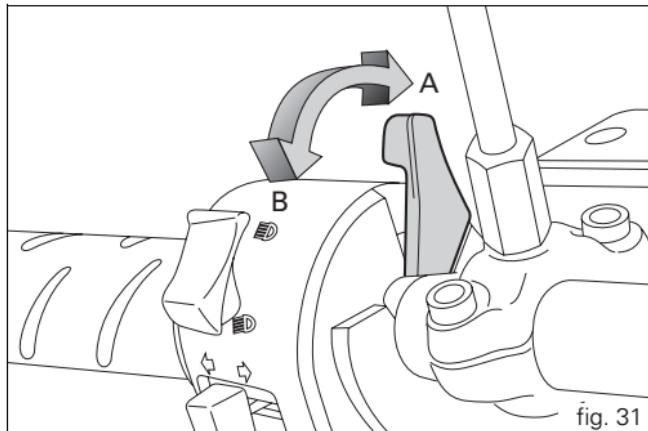

fig. 31
- 2) Poner la palanca del starter en (B, fig. 31).
5) A medida que el motor se calienta hay que llevar lentamente la palanca del starter a la posición vertical (A, fig. 31). Cuando el motor alcanza el régimen térmico debe mantener el mínimo con el starter totalmente cerrado.